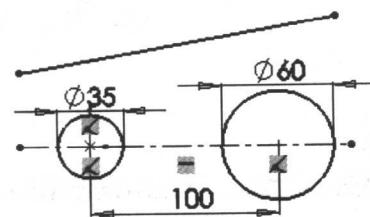

图 1-4 绘制直线
- 绘制直线。单击草图绘制工具栏上的直线按钮，此时鼠标指针变为 \overline{L} 形状。在两个圆的上方绘制一条直线，直线的长度要略长一点，如图 1-4 所示。